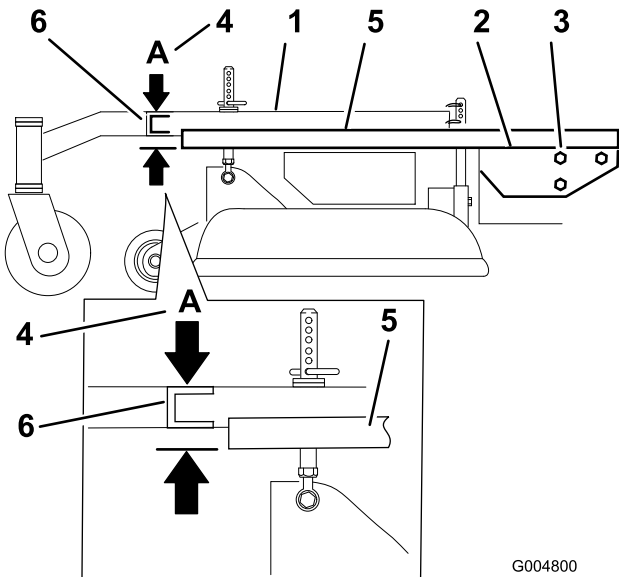

Bild 52
3. Legen Sie eine lange Abziehlatte auf die Oberseite des Motors, siehe Bild 52.
4. Messen Sie am Querrohr des Trägerrahmens die Höhe an der Stelle **A** (Bild 52). Dieser Wert muss 33 mm plus oder minus 6 mm betragen.
6. Lockern Sie die Befestigungsschrauben am Trägerrahmen an beiden Seiten der Maschine (Bild 52).
7. Fluchten Sie den Trägerrahmen und das Motorchassis an Stelle **A** auf 33 mm plus oder minus 6 mm (Bild 52) aus.